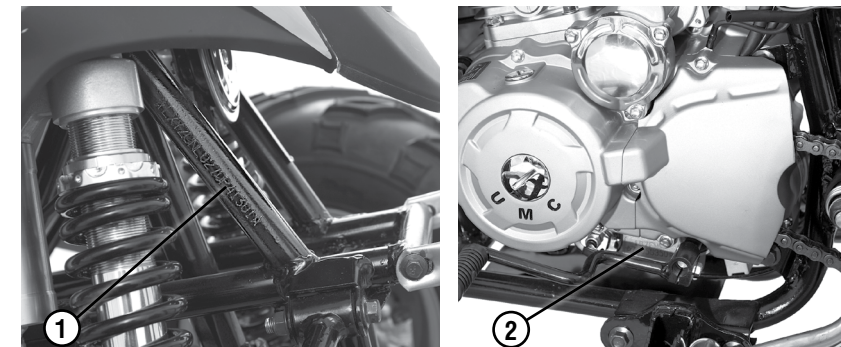

Рис. 1 Расположение номеров двигателя и рамы
2. Соответствие номеров рамы и двигателя на мотовездеходе с занесенными в раздел 6 (информация об изделии) «Сервисной книжки». Номер рамы отштампован на правой стороне передней части рамы (рис. 1, поз. 1); серийный номер двигателя отштампован на левой стороне нижней части картера двигателя (рис. 1, поз. 2).